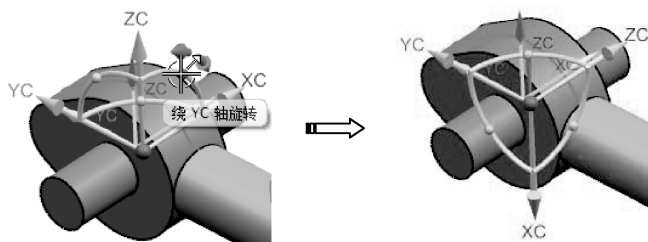

图 8-51 旋转坐标系
- 06 旋转动态坐标系上的句柄，将 ZC 轴指向原 XC 方向，如图 8-51 所示。